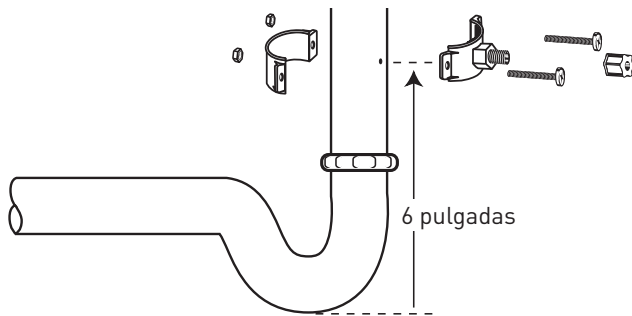

Figure 21
3. Coloque la abrazadera de desagüe en una sección vertical de la tubería de desagüe, alrededor de 6" (15.2 cm) sobre el sifón. Asegúrese de que la abertura de la abrazadera de desagüe esté viendo hacia la llave de agua potable. Vea Figure 21.